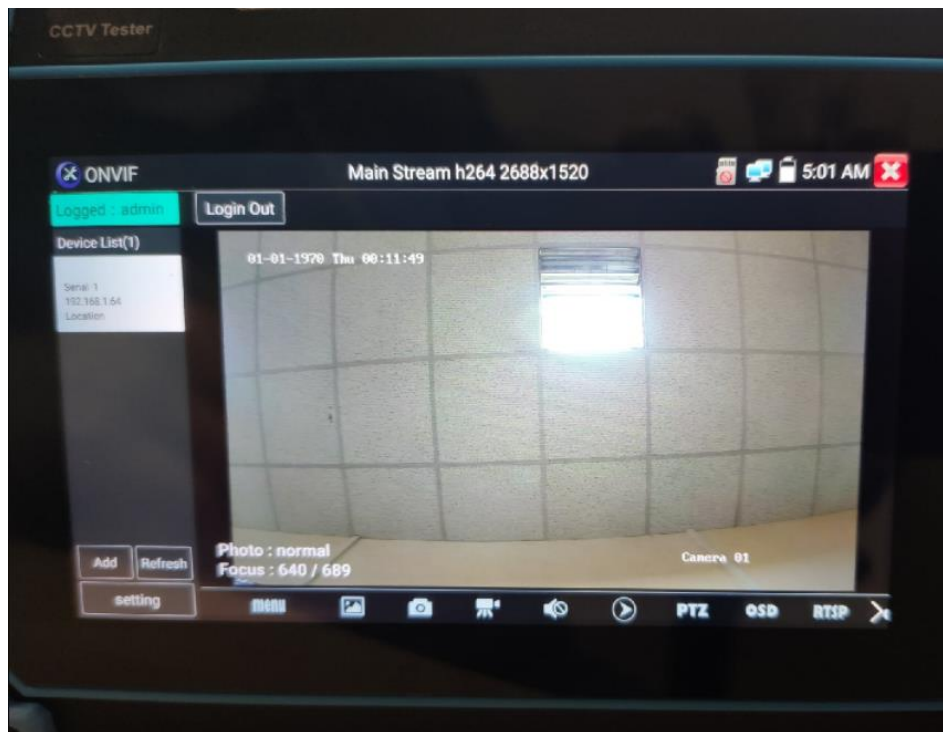

Рис. 21 Пример успешного подключения IP-видеокамеры к тестеру через ONVIF
3. Нажмите на устройство, появившееся в списке слева. Должно появиться изображение (рис. 21)